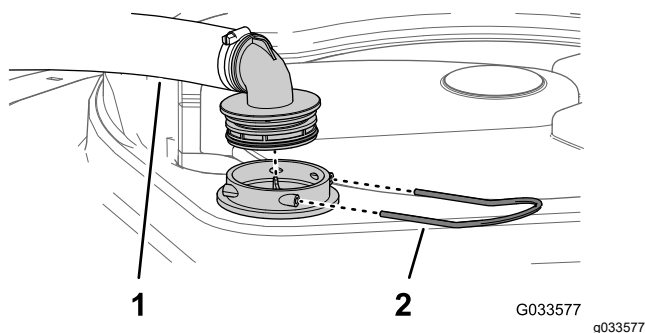

Figure 54
2. Au sommet de la cuve du pulvérisateur, retirez l'étrier de fixation qui fixe le raccord de flexible sur le grand flexible du logement du filtre (Figure 54).
3. Retirez le flexible et le raccord du logement du filtre (Figure 54).